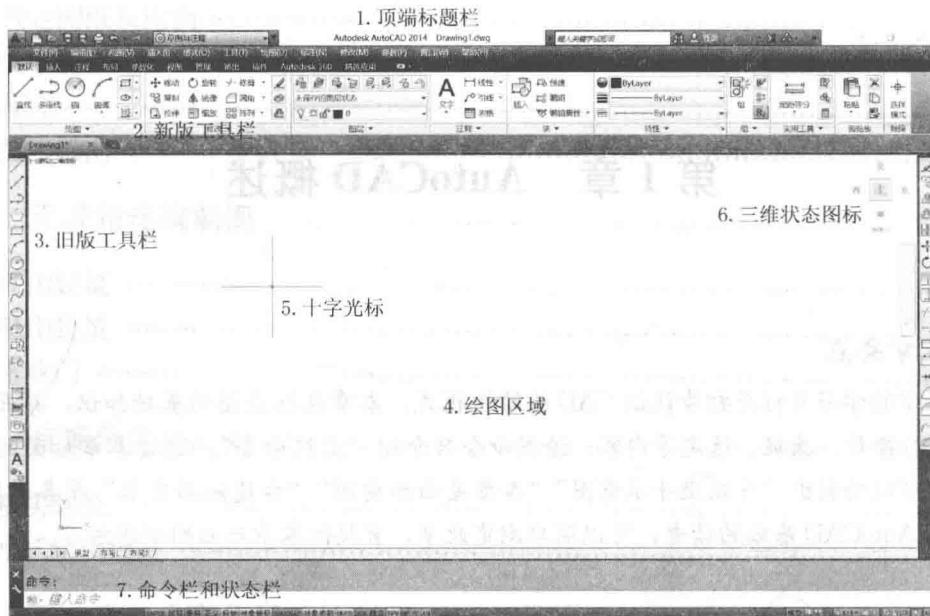

图 1-2 AutoCAD 2014 基本界面
CAD 2014 版本是该软件较稳定的版本，安装后在桌面上会生成“AutoCAD 2014 – 简体中文”的红色图标。双击该图标进入 CAD 软件，会弹出 CAD 窗口界面，如图 1-2 所示。
三维状态中间的文字为绘制时的视角方向，例如：显示为“上”可理解为从“上”往下看，如果显示为“左”可理解为从“左”往右看。在使用二维绘图时，可以不设置三维图标。默认状态为正方向，即上北下南左西右东，视角方向为“上”，如图 1-2 所示。
(2) 状态栏是软件窗口最下方的一行，有捕捉、栅格、正交、极轴等按钮。按钮在灰色状态时表示关闭，按钮处于高亮状态时表示打开。鼠标左键点击可以打开或关闭功能，鼠标右键点击可以进一步设置状态。图 1-2 中栅格、极轴就是打开状态，捕捉、正交就是关闭状态。具体功能在后面的章节中进行介绍。